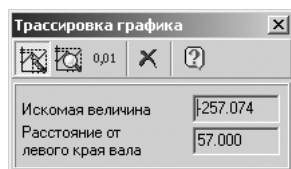

Рис. 3.68. Диалоговое окно **Трассировка графика** со значениями параметров в указанной точке
- переместите указатель курсора на график в нужную вам точку, а затем щелкните мышью или нажмите клавишу **Enter**. В диалоговом окне **Трассировка графика** в полях **Искомая величина** и **Расстояние от левого края вала** появятся значения параметров в этой точке. Пример такого состояния показан на рис. 3.68.